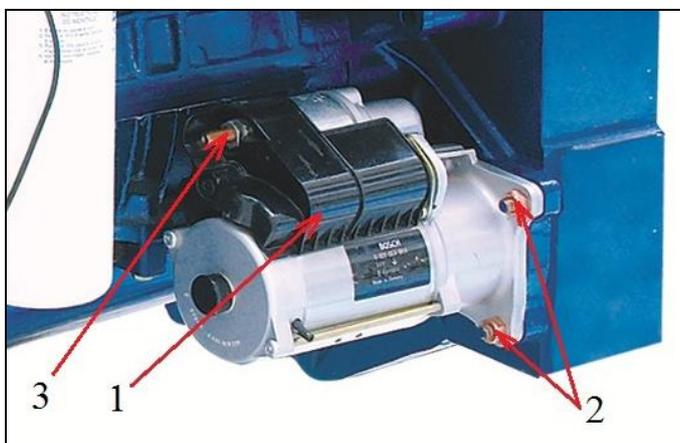

Рис. 13 Снятие стартера
2.10. Снятие стартера (см. Рис. 13)